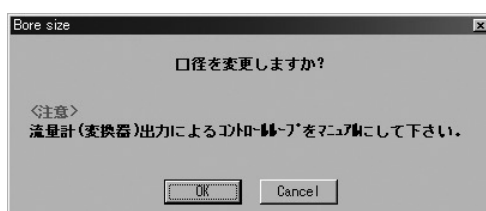

図39
- ④ 設定が完了したら「OK」ボタンをクリックします。クリックすると図39のようなメッセージボックスが現れます。ここで「OK」をクリックすると、入力した設定値に変更されますが、設定値の変更によって流量計の出力も変化します。安全のため、流量計の出力によりバルブ等を制御している場合には、その制御ループをマニュアル制御に変え、制御ループが流量計の出力に影響を受けないような状態にしてください。